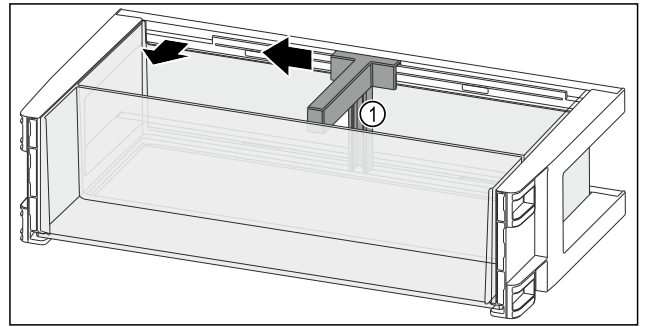

Fig. 113
- Flessenhouder Fig. 113 (1) tot aan de uitsparing opzij schuiven.
- Flessenhouder Fig. 113 (1) verwijderen.